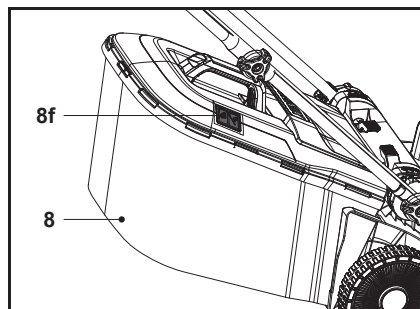

Fig. 12
2. Când trapa (8f) este închisă, colectorul de iarbă (8) este plin și trebuie golit (fig. 12).